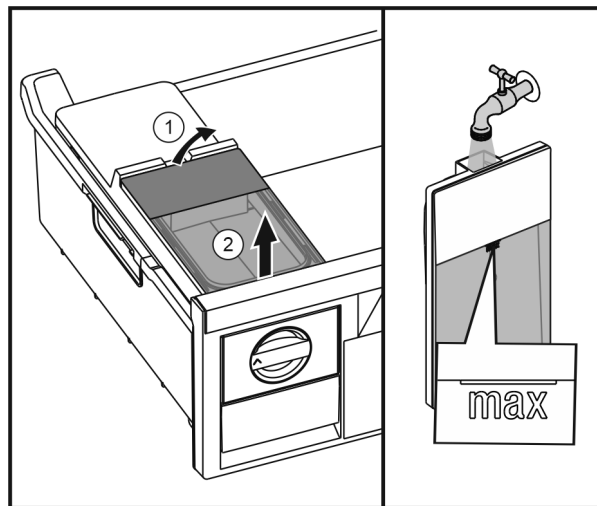

Fig. 26
- ▶ Повдигнете резервоара за вода отзад Fig. 26 (1) и извадете нагоре Fig. 26 (2).